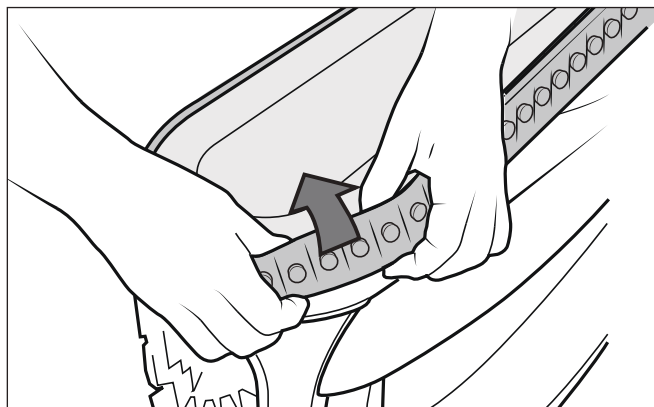

Figure 26. Enlever la vieille chenille
2. Retirer l'ancienne chenille de la roue avant, puis retirer le pneu de la roue arrière (Figure 26).